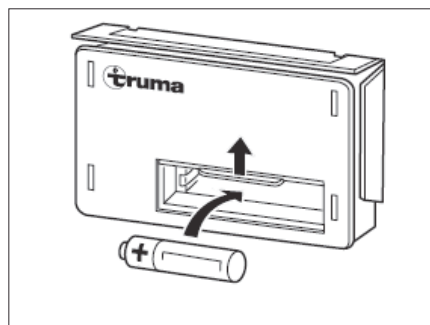

Fig. 107 Cambio de batería
- Empujar la tapa del compartimiento de la batería en el dispositivo automático de encendido (Fig. 107) hacia arriba.
- Meter una batería nueva del mismo tipo con la polarización correcta (+/-) en el compartimiento de la batería del dispositivo automático de encendido (Fig. 107). Utilizar únicamente baterías AA resistentes a la temperatura (+70 °C) y a prueba de fugas.